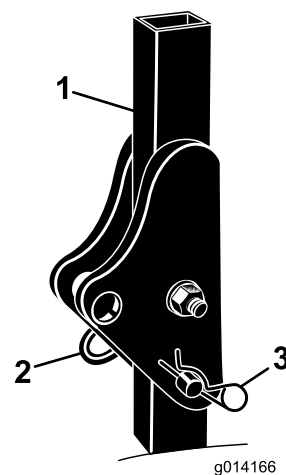

Figura 5
- Remova os contrapinos e os pinos da barra de segurança (Figura 5).
- Levante a barra de segurança na vertical, instale os dois pinos e fixe-os com os contrapinos (Figura 5).